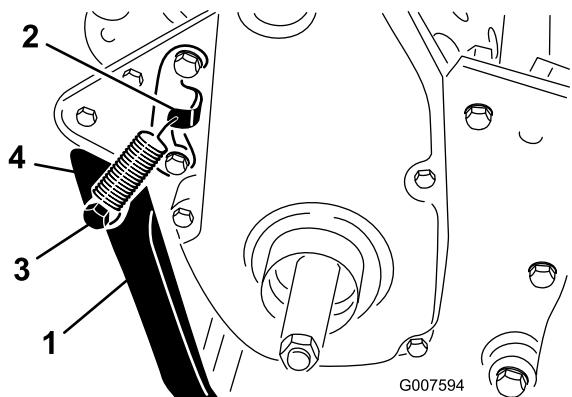

図6
2. 後フレームについている取り付け穴にキックスタンドを合わせておいて、スプリングを、スプリングブラケットの穴とスプリングスタッドの穴に引っ掛ける（図6）。
3. ボルト、ロックワッシャ、スペーサ、平ワッシャ、ロックナットを使って、キックスタンドをフレームの左右に固定する（図6）。スペーサは、キックスタンドの取り付け穴に入れる。